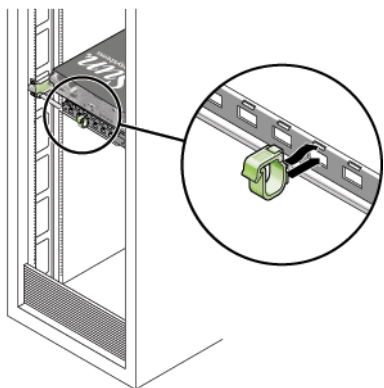

图 2-7 安装 CMA 电缆挂钩
6. 将各个电缆挂钩置于 CMA 中相应的安装孔内，并使它们卡入到位（图 2-7）。